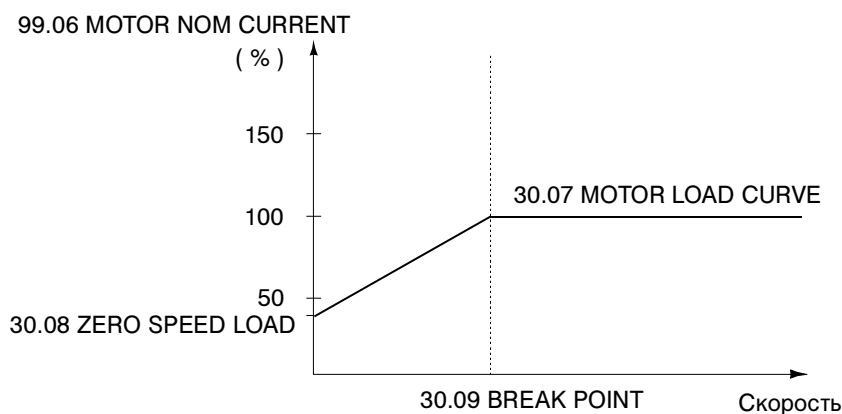

Рис. 6-19. Кривая нагрузки электродвигателя
- Нагрев электродвигателя вычисляется на основании кривой нагрузки (см. рис. 6-19). Электродвигатель нагревается при работе в области выше кривой нагрузки и остывает при работе в области ниже этой кривой. Скорость нагрева и охлаждения устанавливается параметром 30.06 MOTOR THERM TIME.
Этот параметр определяет точку, в которой кривая нагрузки электродвигателя начинает спадать от максимального значения (параметр 30.07 MOTOR LOAD CURVE) к значению при нулевой скорости (параметр 30.08 ZERO SPEED LOAD). Пример кривой нагрузки электродвигателя приведен на рис. 6-19.